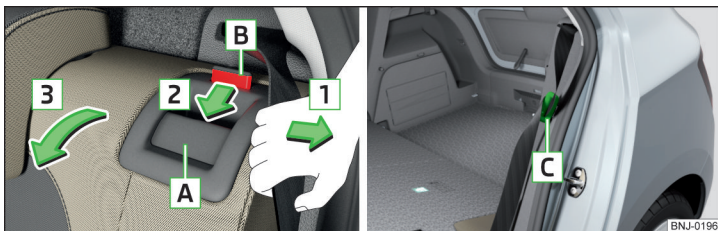

Fig. 70 Rabatarea înainte a spătarului/reglarea disponibilității centurii de siguranță
- ▶ Trageți centura de siguranță exterioară înspre capitonajul lateral, în sensul săgeții **1** » fig. 70.
Elementul de fixare al centurilor de siguranță exterioare **C** poate fi introdus în capitonajul lateral - poziția stand-by » fig. 70.